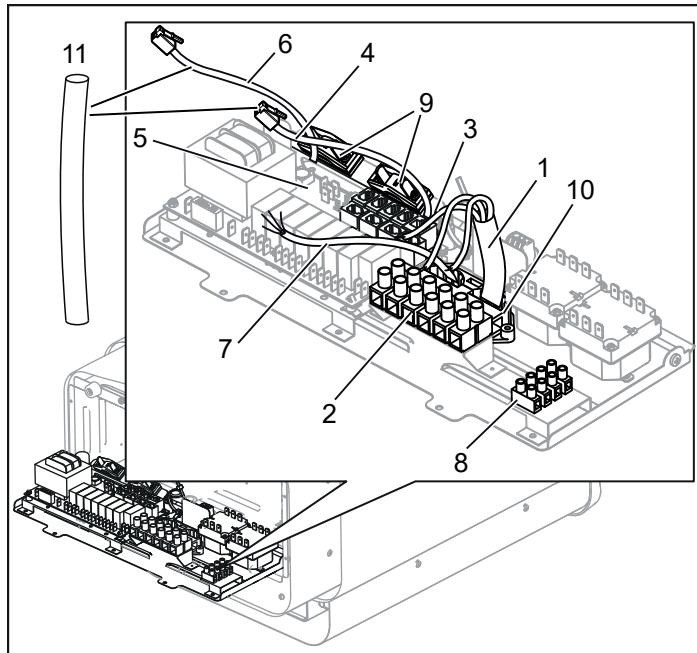
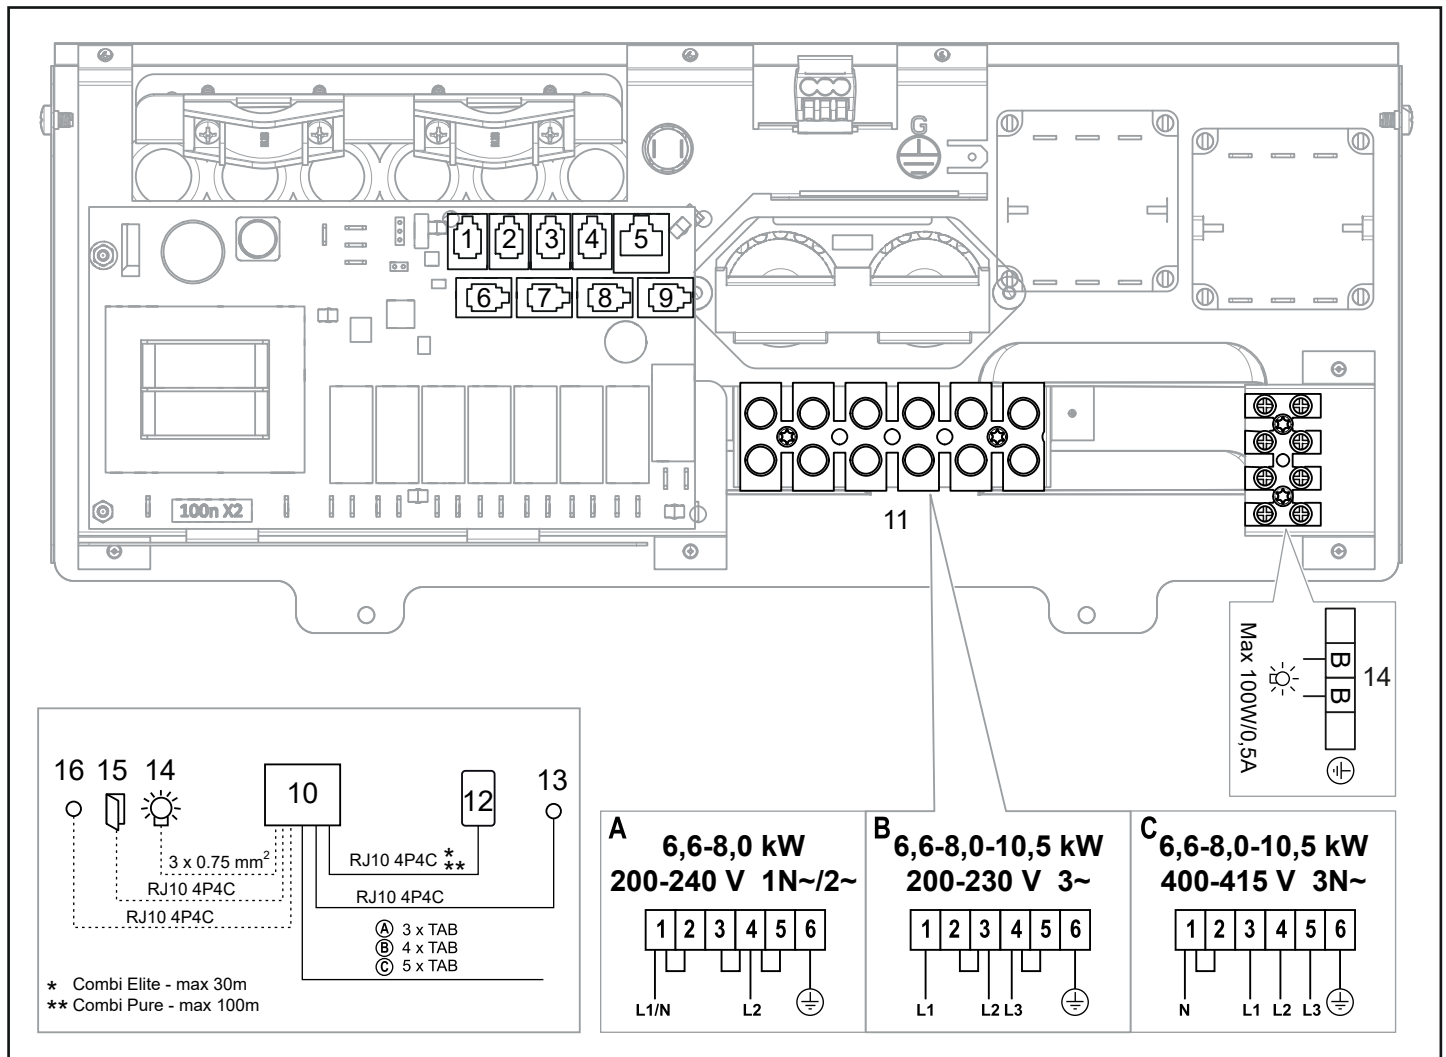

Figure 10 : Circuit imprimé
Figure 17 : Schéma de branchement
- Raccordez le câble électrique (1) au bornier (2) (voir figure 10), en suivant le schéma de raccordement (voir la section Schéma de raccordement/branchement, page 31).
- Acheminez les câbles du panneau de commande et de la sonde de température à travers les passe-câbles (3). Raccordez le câble du panneau de commande (4) à l'un des quatre connecteurs RS485 (positions 6-9) (voir figure 10), en suivant le schéma de raccordement (voir la section Schéma de raccordement/branchement).
- Combi Pure** : Raccordez le câble du capteur (6) au contact NTC sur le circuit imprimé (position 1) (5) conformément au schéma de connexion (voir la section Schéma de câblage et de connexion, page 31).
**Combi Elite** : Raccordez le câble des sondes d'humidité et de température (6) à l'un des quatre connecteurs RS485 (pos. 6-9) (5), en suivant le schéma de raccordement (voir la section Schéma de raccordement/branchement, page 31.)
- Raccordez, le cas échéant, le câble de l'éclairage (7) au bornier (8) en suivant le schéma de raccordement (figure 17).
Pour un raccordement à d'autres tensions ou d'autres nombres de phases ne figurant pas sur le schéma de raccordement (figure 17), contactez le service de maintenance Tylö.